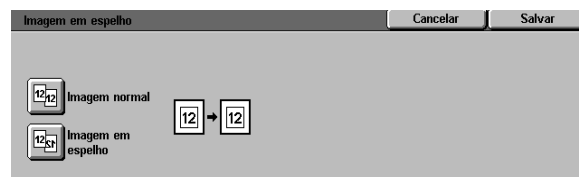

Figura 22: tela Imagem espelhada
- 2 Toque no ícone **Imagem espelhada** para exibir a tela Imagem espelhada, conforme ilustrado na Figura 22.